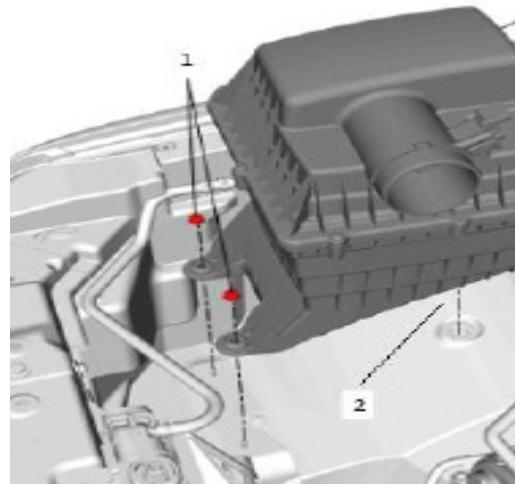

Figure 4
4. Poser le nouvel ensemble boîtier dans le camion. Insérer le boîtier dans le passe-câbles du puits d'aile (2 dans la figure 4) et pousser fermement pour l'asseoir. Reposer les écrous (1 dans la figure 4) dans les pattes du boîtier et les serrer à 12 Nm (9 lb pi).